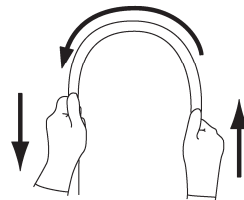

図 12
- 挿入部を両手で持ち、全長にわたって図 12 に示すように順次半円の頂点をずらすように曲げ、十分に曲がることと適切な柔らかさを有していることを確認すること。異常がある状態で使用すると、体腔内を傷付けたり、穿孔を起こすおそれがある。